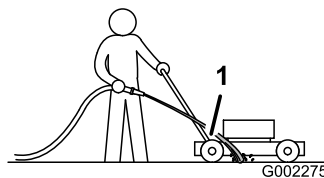

Bild 32
3. Halten Sie den Wasserschlauch auf Griffhöhe und richten Sie den Wasserstrahl unmittelbar vor dem rechten Hinterrad auf den Boden (Bild 32).